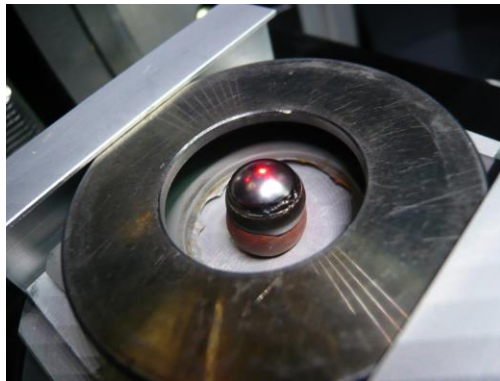

图 8-6
8.5 将高压发生器打开，将电压、电流设置到 40kV 与 40mA。使用双激光定位确定样品的高度和测量位置。（图 8-6）。